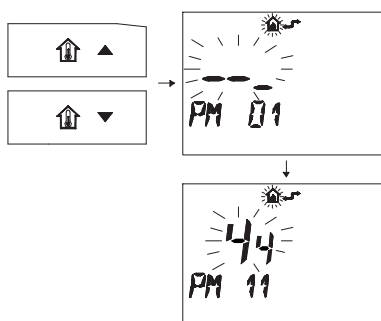

Fig. 5.57
- Pulse los botones o para visualizar la programación "PM 11" de la postcirculación de la bomba (Fig. 5.57).